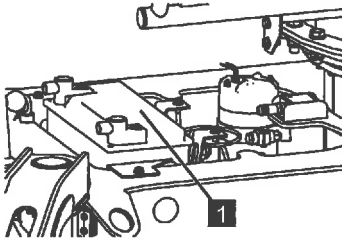

Abb. 222
4. Das rote Kabel mit dem Pluspol (Abb.222/1) der Batterie verbinden.